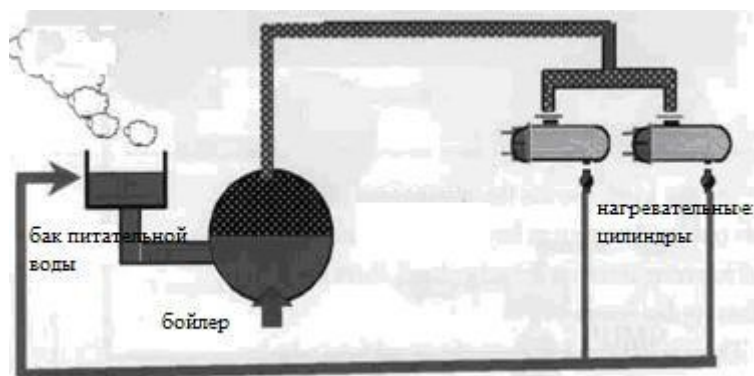

Рис.11.7. Простая открытая система
- 1) простая открытая система (рис. 11.7);